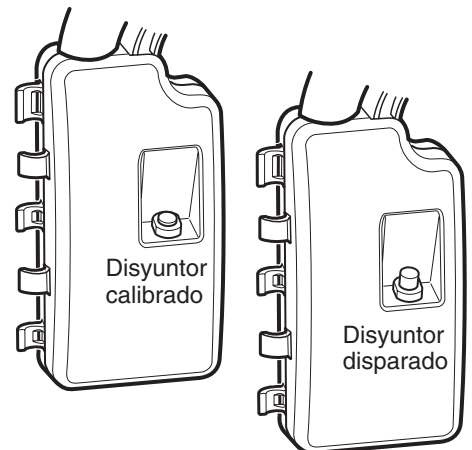

Figura 10 – Botón del disyuntor
Este cultivador está equipado con un disyuntor ubicado en la parte superior de la caja del interruptor (vea la figura 10). El disyuntor protege al motor del cultivador contra sobrecorriente en caso que las púas llegaran a atascarse o bloquearse en una piedra, raíz u otra obstrucción.
4. Presione el botón de reposición ubicado atrás del disyuntor y dentro de la caja (vea la figura 10). El botón debería quedar presionado cuando se lo suelta. Enchufe de nuevo el cordón de alimentación del cultivador en el cordón de extensión.